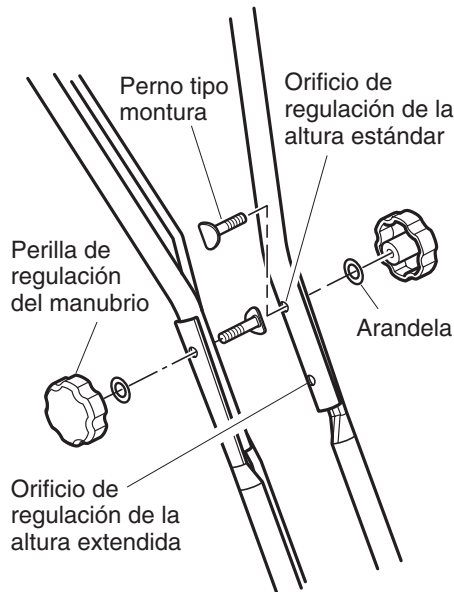

Figura 3 – Regulación de la altura del manubrio
2. Coloque el manubrio de modo que sus orificios inferiores alineen con los orificios de los soportes inferiores del manubrio (Vea la figura 3). Inserte los pernos tipo montura por los orificios y vuelva a instalar las arandelas y perillas del manubrio.